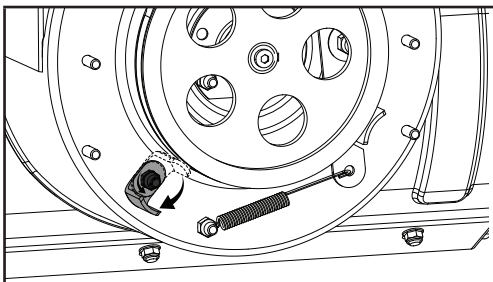

Figure 45
7. Dévissez le boulon sur le protège-courroie (figure 45).